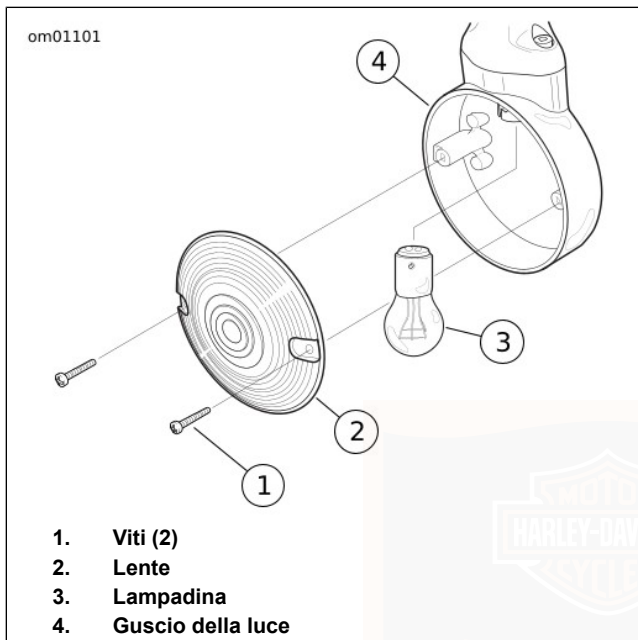

Figura 50. Gruppo degli indicatori di direzione: Stile a lenti piatte
1. Vedere Figura 50. Togliere due viti per staccare le lenti dalla scatola degli indicatori di direzione.